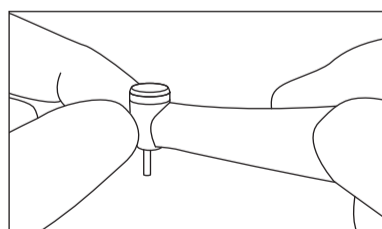

図5
- 5) 回転停止後、ヘッド部に異常な発熱がないことを直接手で触って確認してください(図5)。